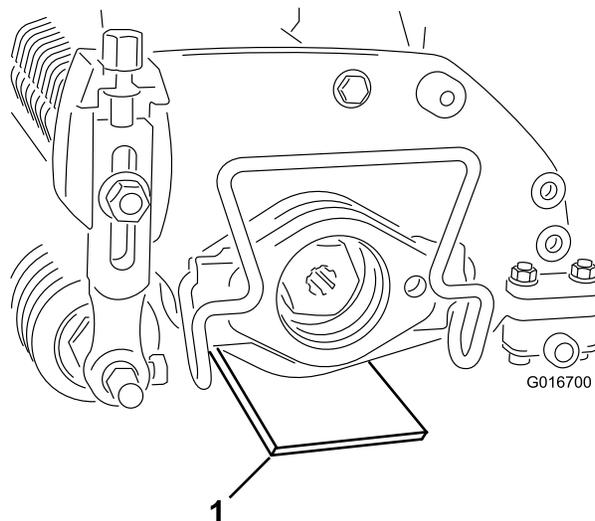

图3
2. 在切根滚刀组的两端，各放置一把所需厚度的调刀尺（图3）。